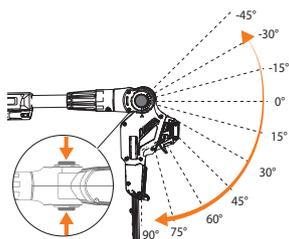

Рис. 12
- Регулировка угла наклона насадки кустореза доступна в 10 положениях для изменения угла в пределах -45° / $+90^{\circ}$. Для изменения угла – нажмите кнопку фиксатора и установите в необходимое положение, после чего отпустите кнопку для фиксации (Рис. 12).